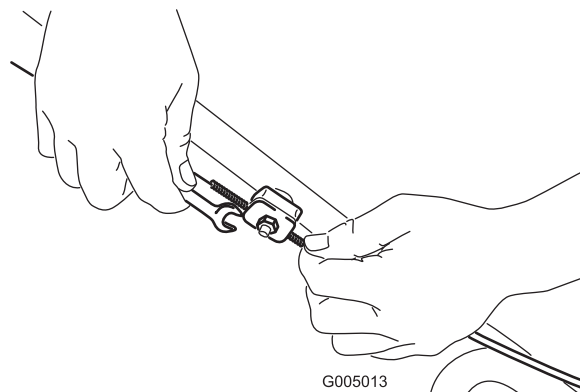

Figure 28
- Desserrez l'écrou du support de guidage du câble (Figure 28).